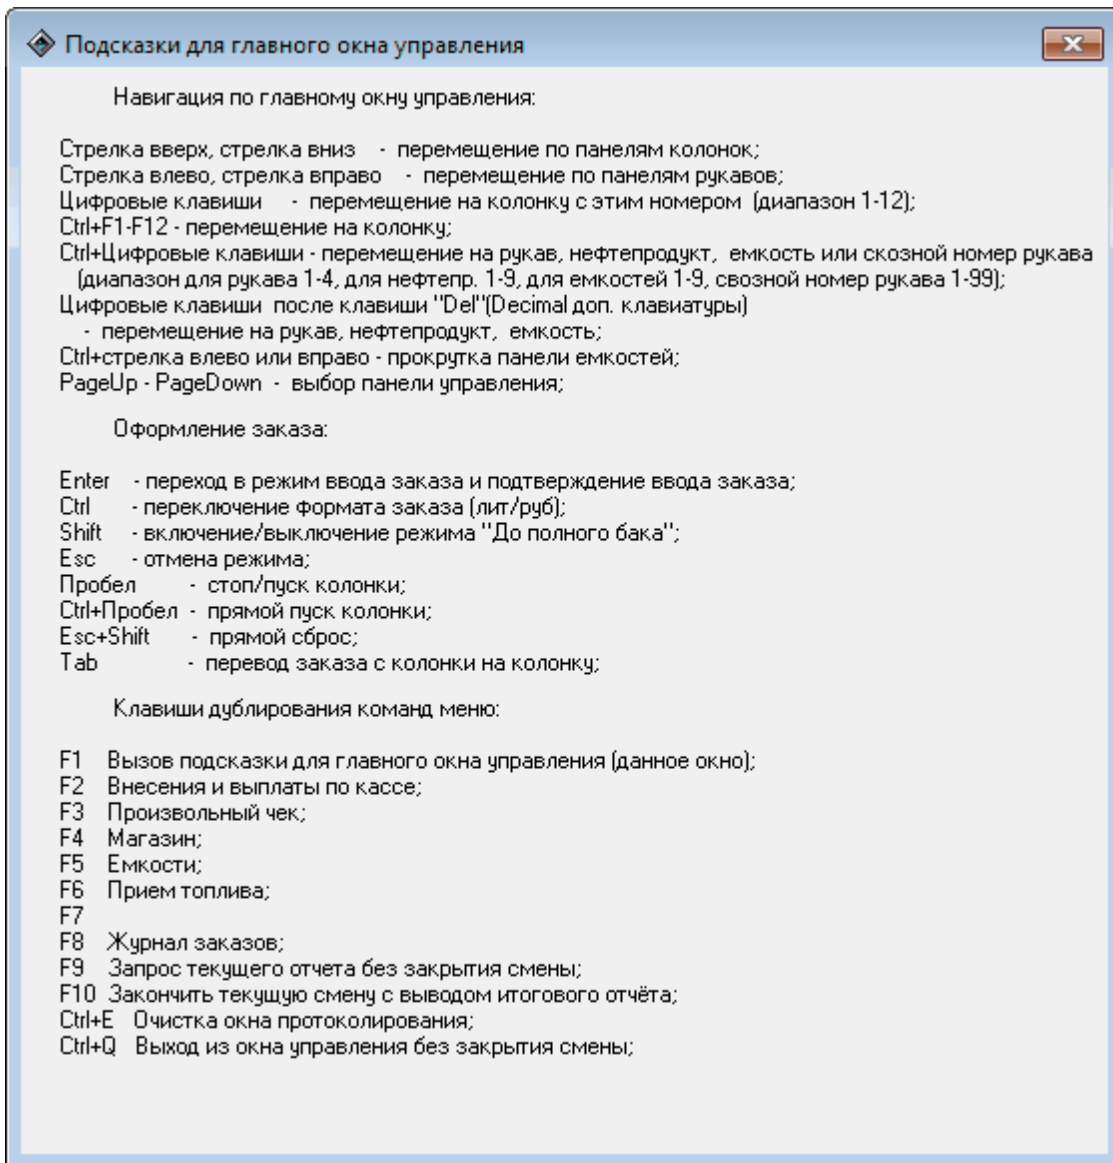

Рисунок 11. Подсказки для главного окна режима "Управление".
- **Клавиши управления F1** - выводит на экран окно с информацией по "горячим клавишам", которые могут быть использованы для управления ПО "Топаз-АЗС" (см. рисунок 11).